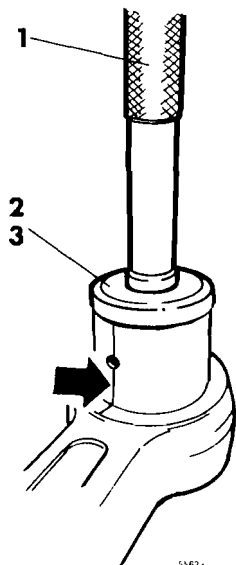

Fig. 111
- 38 Calentar la biela a unos $+100^{\circ}\text{C}^*$. Trazar una línea sobre el orificio del nuevo casquillo y la biela. Utilizar para ello un rotulador, véase fig. 111.